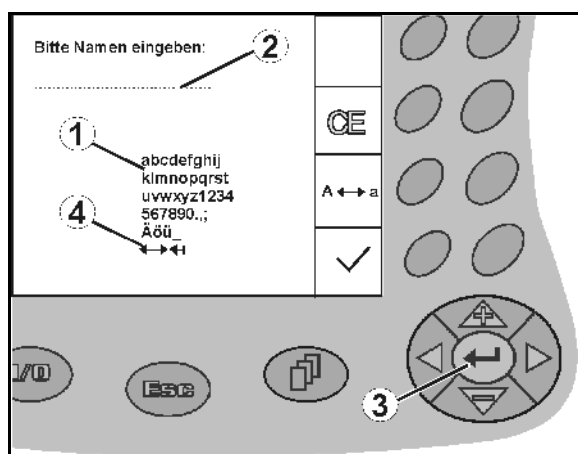

Fig. 12
Hvis det trengs inntasting av bokstaver eller tall på **AMATRON⁺**, vises inntastingsmenyen (Fig. 12).
I nedre del av displayet vises et valgfelt (Fig. 12/1) med bokstaver, tall og piler som brukes til å bygge opp inntastingslinjen (Fig. 12/2) (tekst eller siffer).
,  ,  ,  Valg av bokstaver eller siffer i valgfeltet (Fig. 12/3).
-  Bruke valget (Fig. 12/3).
Pilene  i valgfeltet (Fig. 12/4) gjør det mulig å flytte rundt i tekstlinjen.
Pilen  i valgfeltet (Fig. 12/4) sletter siste inntasting.
1.  /  Plasser valgpilen (Fig. 12/1).
2.  Bruk valget (Fig. 12/2).
- Trykk på funksjonstasten (Fig. 12/2) en gang.
→ Funksjon **på** (Fig. 12/1).